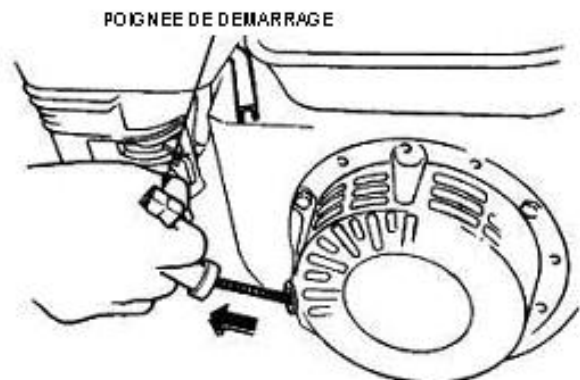

Figure 13. Poignée de démarrage
5. Prendre la poignée de démarreur (Figure 13) et tirer doucement. La résistance devient plus dure à une certaine position correspondant au point de compression. Enrouler un peu la corde à ce point et tirer vivement.